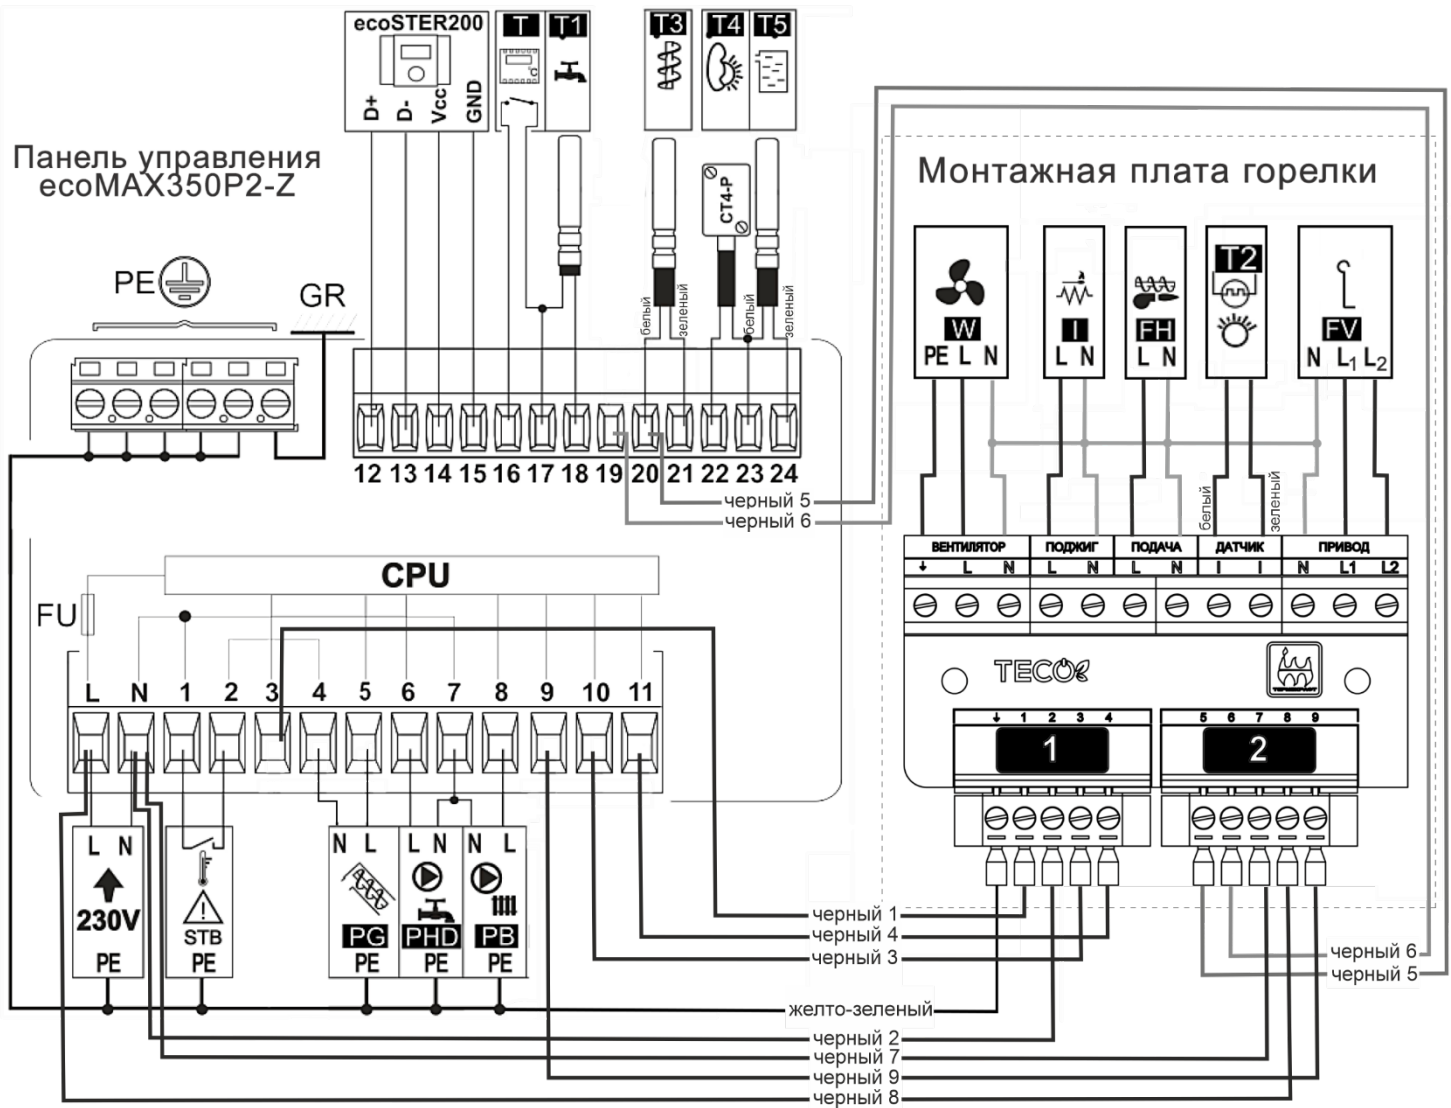

Рис. 8 Схема электрического подключения пеллетной горелки TECO
Горелка подключается к панели управления по следующей схеме (рис.8)
- отсоединить провода питания керамического ТЭНа от монтажной платы горелки (схема подключения указана на рис.8);